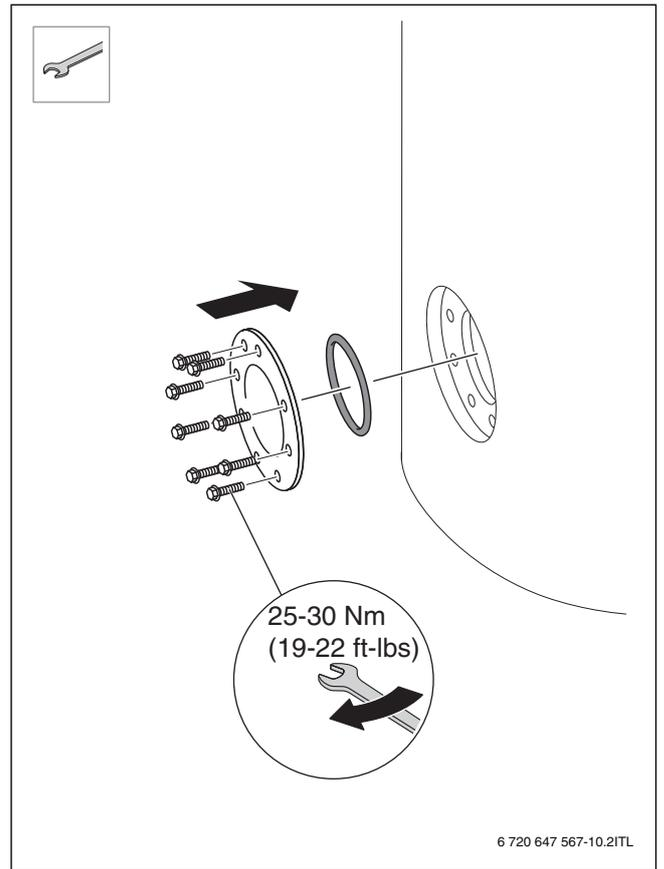

Fig. 23
- ▶ Закройте смотровой люк с новым уплотнением (→ рис. 23, стр. 39).